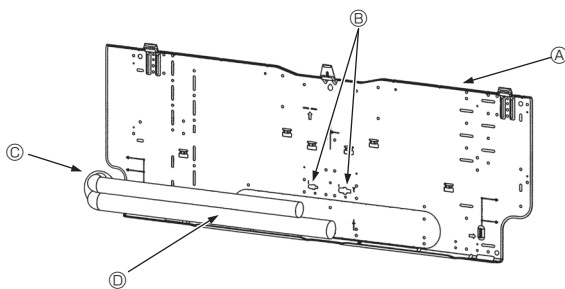

Fig. 3-5
① Planche d'installation ①
3.3. Lors de l'insertion des tuyaux dans le mur (Fig. 3-5)